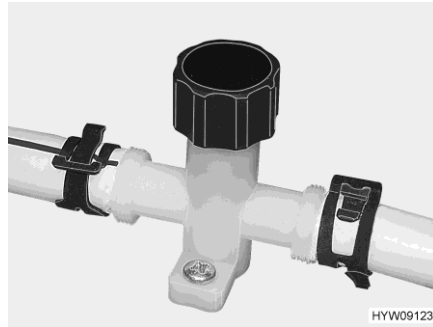
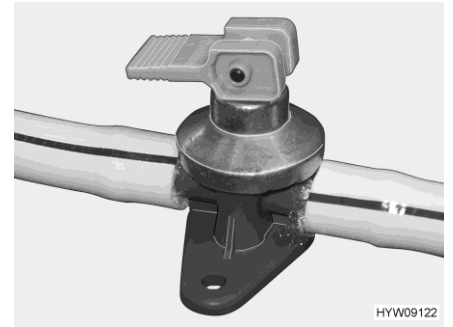

Bild 177 Avtappningskran (vattenledning)
Bild 178 Avtappningskran (varmvattenberedare Alde)
- Stäng avtappningskranarna. Vrid då locket (Bild 177) medurs och ställ vipparmen (Bild 178) vågrätt.
- Öppna avtappningskranarna. Vrid då locket (Bild 177) moturs och ställ vipparmen (Bild 178) lodrätt.